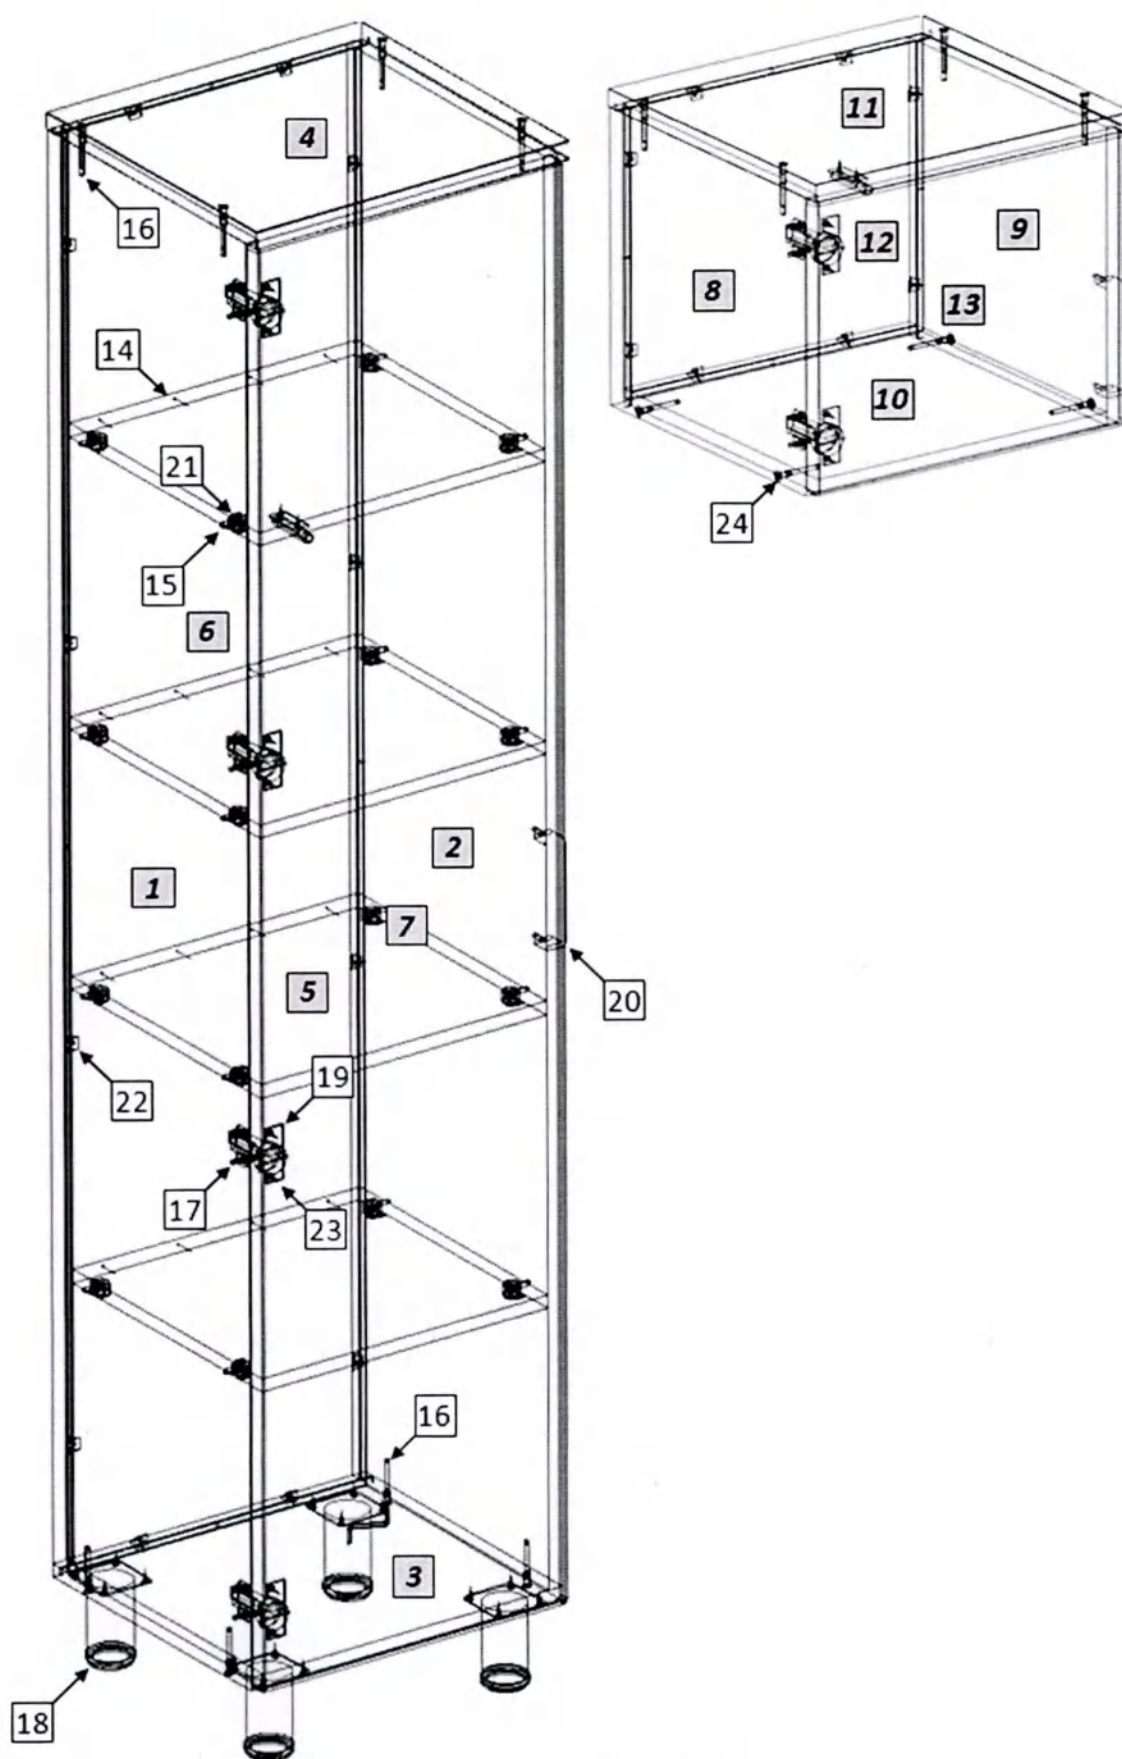

Рис. 1
1. Внимательно ознакомьтесь со схемой сборки, изображённой на рис. 1, сверяясь со спецификацией на изделие. Согласно схеме и спецификации определите расположение деталей в изделии и порядок их сборки. Сборка производится на ровном полу, укрытом материалом, предотвращающим повреждение покрытия пола и деталей мебели. Подготовьте необходимые для сборки инструменты – плоскую и крестовую отвёртки, молоток, рулетку или линейку.
2. На боковых стенках (1,2) установите ввинчиваемые дюбели эксцентриковых стяжек (9). Установите монтажные планки петель (11). На горизонтальных стенках (5) установите эксцентриковые стяжки (15). Евровинтами (10) соедините боковые стенки (1,2) с горизонтальной нижней стенкой (3) и крышкой (4), установив в пазы заднюю стенку (6). Закрепите заднюю стенку в пазах уголками (16). Установите и закрепите горизонтальные стенки (5), гвоздями (8) зафиксируйте к ним заднюю стенку. На горизонтальной нижней стенке (3) шурупами (17) закрепите опоры (12).
3. На двери (7) шурупами 4x16 (17) закрепите петли (13), установите ручку (14). Закрепите дверь к боковой стенке шкафа. Отрегулируйте положение двери винтами петель.